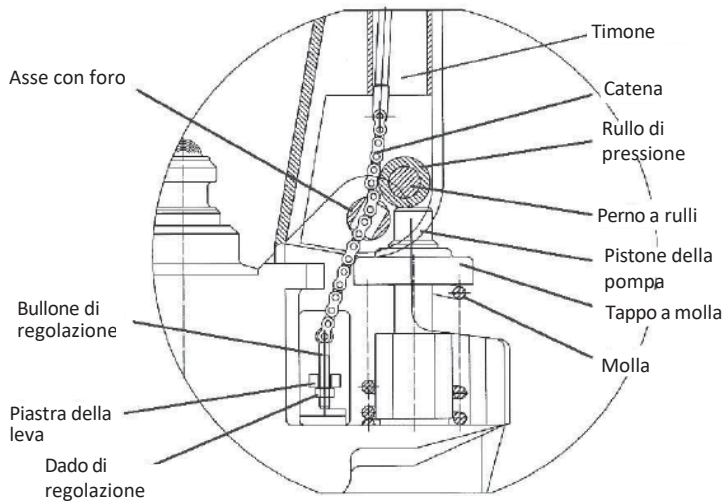

Fig. 3
- b) Portare la leva di comando dell'impugnatura in posizione "Basso", quindi far passare con la mano il dado di regolazione e il bullone di regolazione attraverso il foro dell'asse (Fig. 3).
AVVERTENZA: Prima di mettere in funzione il carrello, accertarsi che tutte le marcature e le decalcomanie siano al posto giusto e non siano danneggiate (secondo la fig. 3). Se necessario, sostituire le decalcomanie.